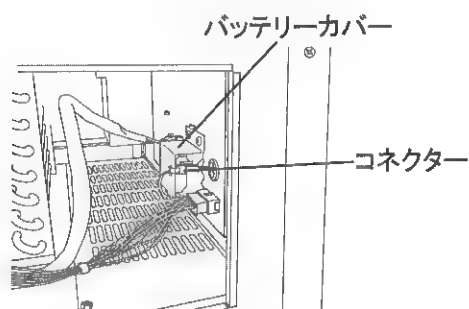

図 3
3. 図 3 の部分(コントロールパネルの背面)にニッケル水素蓄電池が固定されています。